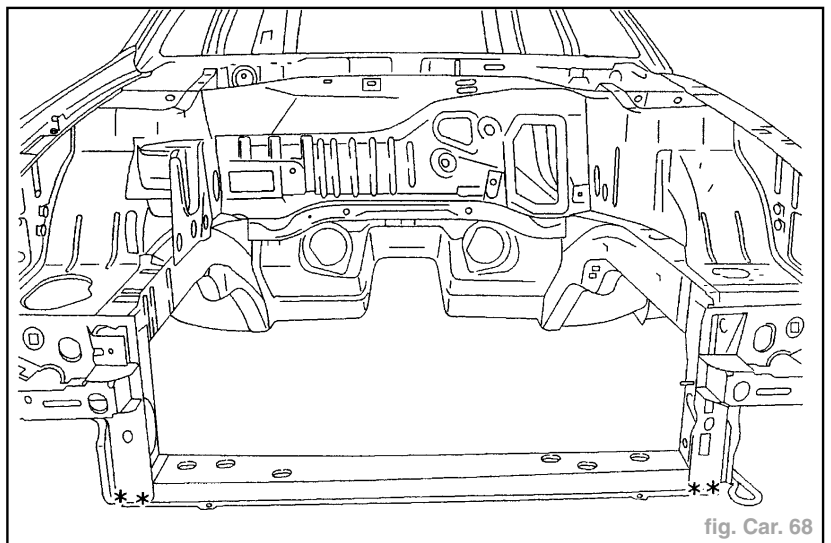

fig. Car. 68
- Dégraffer les points à l'aide d'une fraise de  $\varnothing = 8 \text{ mm}$  (fig. Car. 68).